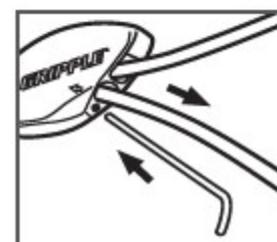

FIGURE 11: RELEASE CABLE
8. Вставьте ключ в маленькое отверстие в нижней части фиксатора Gripple. Слегка потяните, чтобы высвободить кабель (см. рисунок 11).